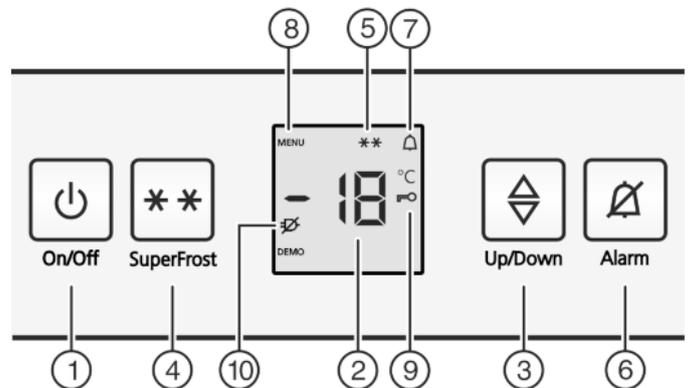

Fig. 2
- Das Symbol SuperFrost Fig. 2 (5) blinkt zusammen mit der Temperaturanzeige.*
- ▶ Taste On/Off *Fig. 2 (1)* drücken.
- ▶ Einstellmodus aktivieren: Taste SuperFrost *Fig. 2 (4)* ca. 5 Sekunden drücken.
- ▷ In der Anzeige wird das Symbol Menu *Fig. 2 (8)* angezeigt.
- ▶ Mit der Taste SuperFrost *Fig. 2 (4)* kurz bestätigen.
- ▷ Das Symbol Kindersicherung *Fig. 2 (9)* leuchtet in der Anzeige.
- ▶ Die Taste On/Off *Fig. 2 (1)* kurz drücken.
- ▷ Das Symbol Kindersicherung *Fig. 2 (9)* erlischt.
- ▶ Taste Alarm *Fig. 2 (6)* drücken.
Gleichzeitig blinkt die Temperaturanzeige und das Symbol Alarm *Fig. 2 (7)*.
Der Tonwarner verstummt automatisch, das Symbol Alarm *Fig. 2 (7)* geht aus und die Temperaturanzeige hört auf zu blinken, wenn die Temperatur wieder ausreichend kalt ist.